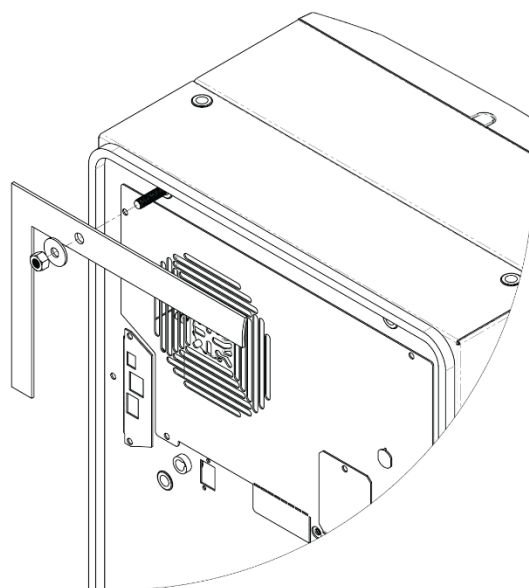

図2
2. 付属のグラブネジをユニット背面のブラインドナットにねじ込みます。図2をご覧ください。